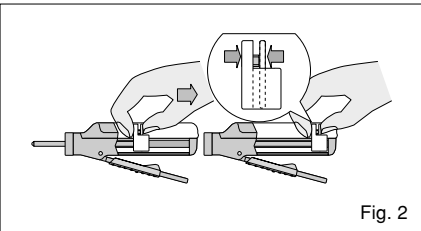

Fig. 2
*Tests effectués selon la norme ISO 9917 : 1991 (E) (Ciment Verre Polyalkenoate)
- a. Assurez-vous que le piston est complètement enfoncé dans le distributeur. (Fig. 2)
*Método del Test basado en ISO 9917 : 1991 (E) (Cemento poliácidoaluminato de vidrio)
- asegúrese de que el pistón está completamente replegado dentro del aplicador. (Fig. 2)